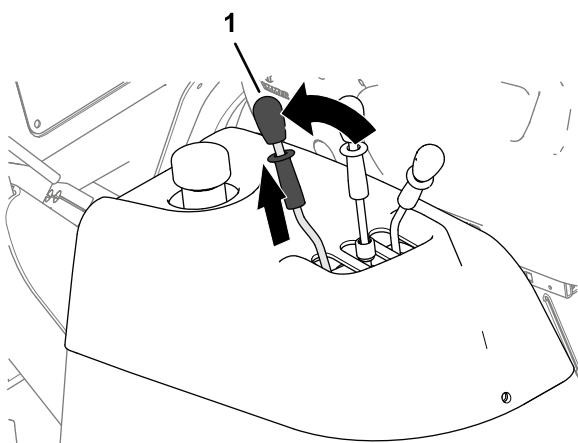

Рисунок 55
1. Попросите помощника потянуть назад и удерживать рычаг разгрузки бункера (Рисунок 55).